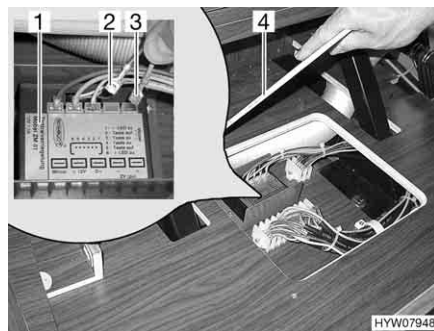

Fig. 82 Apparecchio di controllo per chiusura centralizzata nel blocco cucina
- Rimuovere la copertura (Fig. 82,4) dall'apparecchio di controllo.
- Nell'apparecchio di controllo (Fig. 82,1) estrarre i cavi "ZV+" (blu) (Fig. 82,3) e "ZV-" (marrone) (Fig. 82,2).